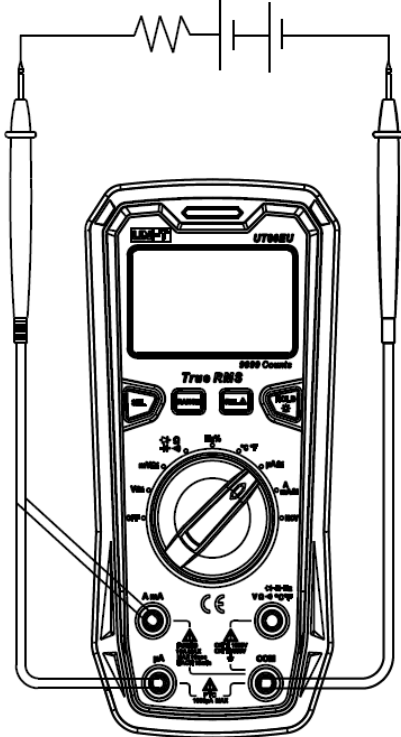

Рисунок 3
9.8. Измерение переменного и постоянного тока (см. рисунок 3)